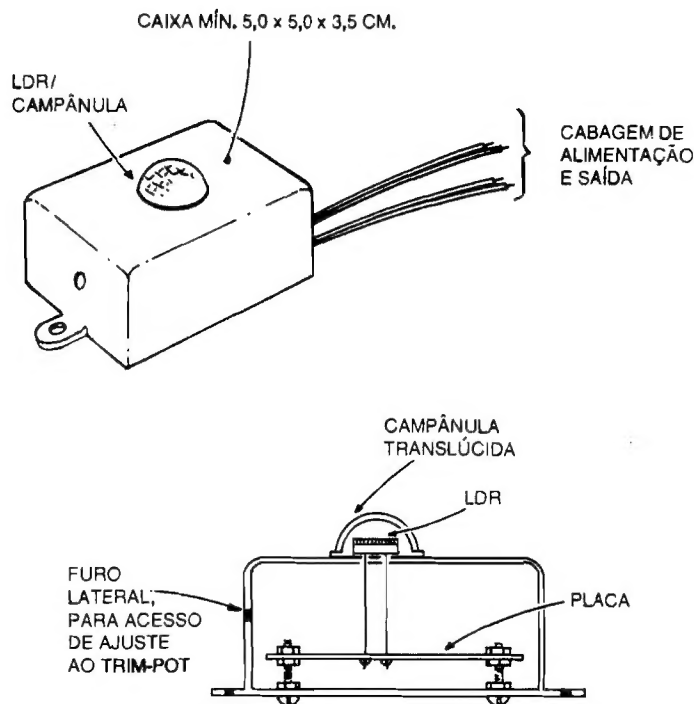

Fig. 6
- **FIG. 6 - A CAIXA, O ACABAMENTO**... - Se o Leitor/Hobbysta usar um **container** nas dimensões sugeridas em OPCIONAIS/DIVERSOS da LISTA DE PEÇAS, a "coisa" poderá ficar, após terminada, com a aparência profissional e elegante mostrada na figura... Observar a importância de se fixar a placa, dentro da